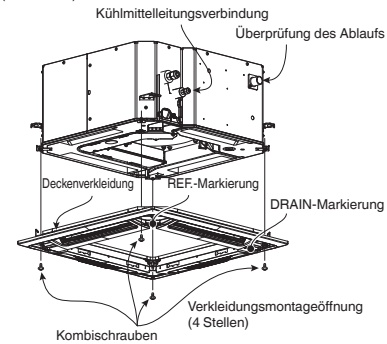

Abb. 7-19
- (2) Die Installationsöffnungen für die Deckenverkleidung und die Schraubenlöcher der Einheit ausrichten.
- (3) Die mitgelieferten Kombischrauben an den vier Deckenverkleidungs-Befestigungspunkten so festziehen, dass die Verkleidung sicher an der Einheit befestigt ist. (Abb. 7-19)